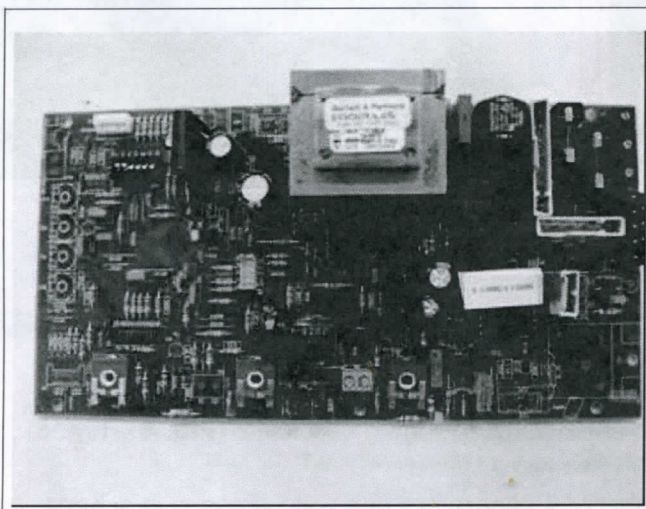

Fig. 7 – Pic. 7
6. Prelevare la scheda di ricambio dalla scatola imballo (Fig. 7)
8. Collegare il cavallotto rosso come indicato in **Fig. 7**.
6. Prelevare la scheda di ricambio dalla scatola imballo (**Fig. 7**)